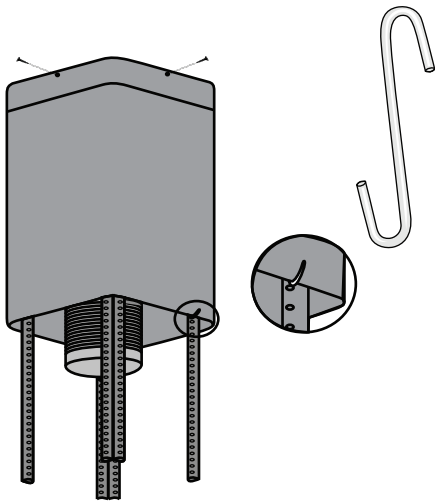

Figure 6
- Utilisez 4 vis de montage ST4 × 8 mm pour fixer la cheminée supérieure dans le panneau de suspension et soulevez la cheminée inférieure avec le crochet S fourni. Voir figure 6.